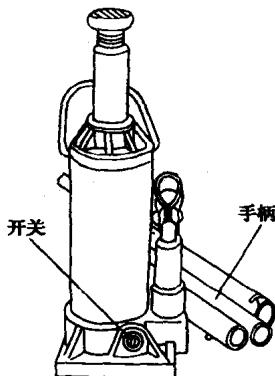
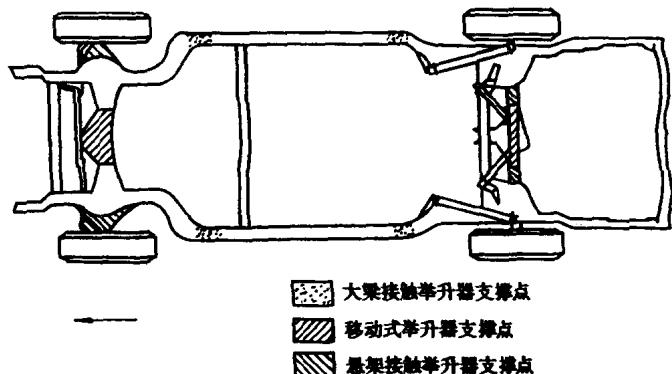

图 0-6 液压千斤顶
图 0-7 支撑点示意图
(3)千斤顶 一般用来作为汽车局部的举升。常用的为液压式千斤顶(如图 0-6 所示),也有机械式的,其常见规格有 3t、5t、8t 等型号。举升车辆前必须用楔形块将不举升的车轮楔住,防止车辆移动。使用千斤顶时,要确定待举升车辆的支撑位置,正确的支撑位置如图 0-7 所示。确定支撑点后,将千斤顶对正支撑点。把回油开关扭紧,压动手柄,车辆便会逐渐升起。车辆举升后要用安全支架支撑好后方可进行维修作业,决不能用千斤顶作支撑。当落下千斤顶时,应先检查车底下无不安全情况后再将开关慢慢旋开,使车辆逐渐下降。